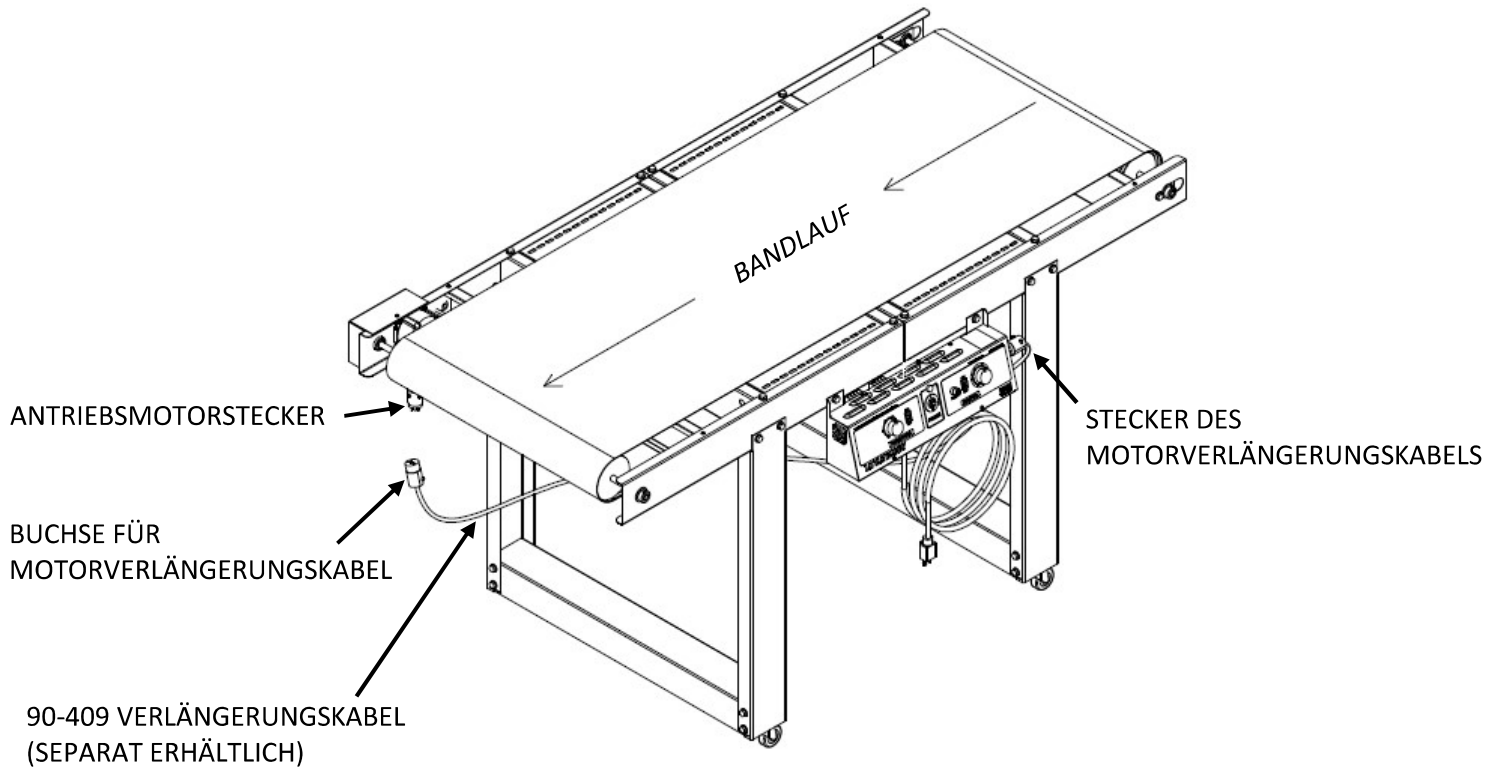

Abbildung 9
1. Verwenden Sie zwei **5/16-18 x 3/4L SCHRAUBEN**, um die Bedienkonsole am **FÖRDERER** zu befestigen (siehe **Abbildung 9**).